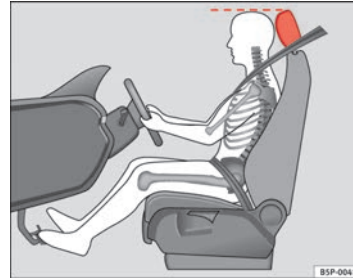

Abb. 2 Die richtige Kopfstützeinstellung für den Fahrer
- Stellen Sie die Kopfstützen so ein, dass die Oberkante der Kopfstütze sich möglichst auf einer Linie mit dem oberen Teil Ihres Kopfes befindet ⇒ Abb. 2.